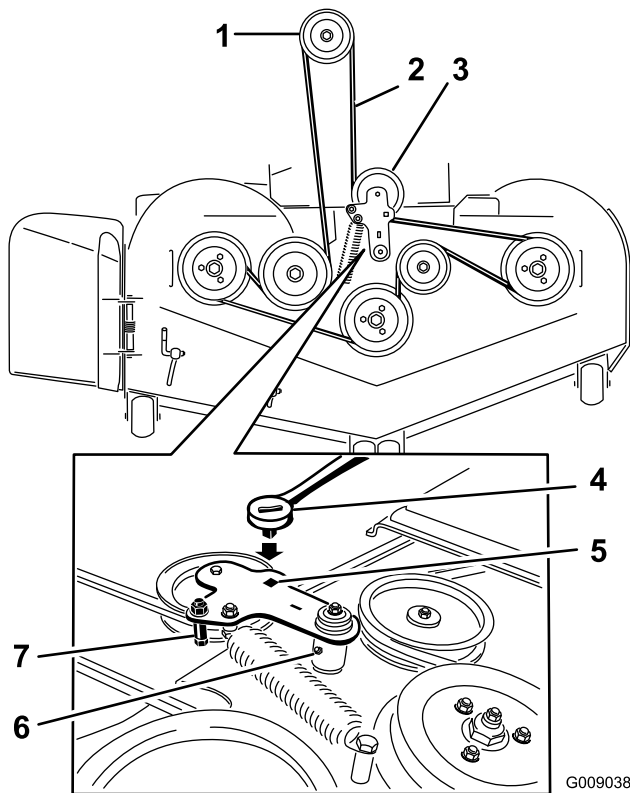

Figure 73
5. Insérez un rochet dans le trou carré du bras de la poulie de tension pour détendre le ressort de la poulie de tension (Figure 73).
7. Enlevez le guide-courroie situé sur le bras de la poulie de tension rappelé par ressort (Figure 73).
9. Acheminez la courroie neuve autour des poulies du tablier de coupe et de la poulie d'embrayage, sous le moteur (Figure 73).
- Montez le guide-courroie sur le bras de la poulie tension (Figure 73).
- Insérez le rochet dans le trou carré et montez le ressort de la poulie de tension (Figure 73).